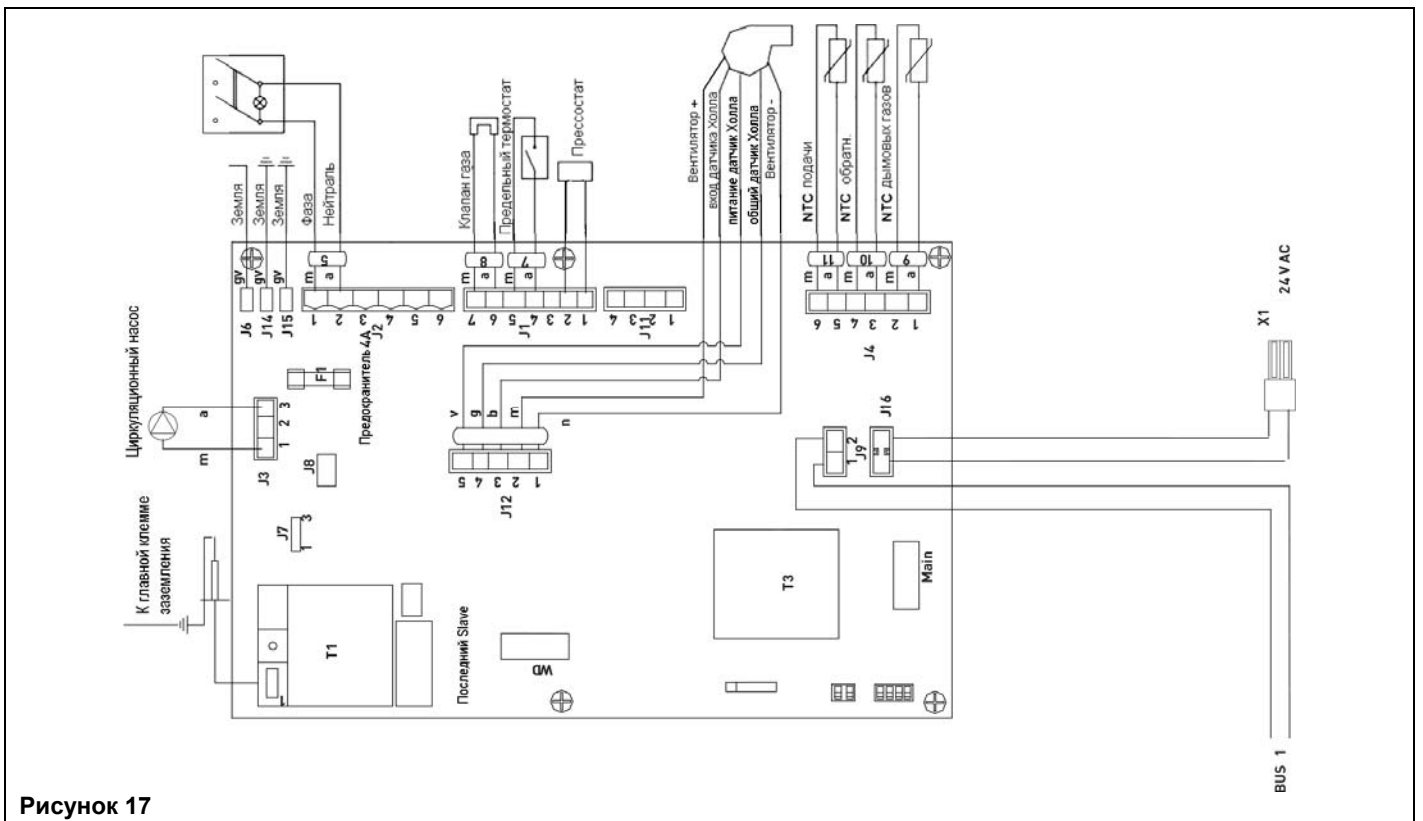

Рисунок 17
- Присоедините клемму X1 (свободная клемма, соединённая с разъёмом J16 последнего подчинённого «slave» модуля каскада) к источнику питания 24 В ~ (смотри Рисунок 17).